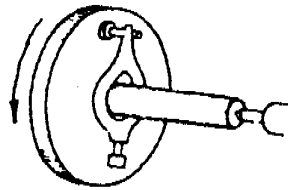

Figura 4
- c. Posicione y fije la brida (Figura 4).